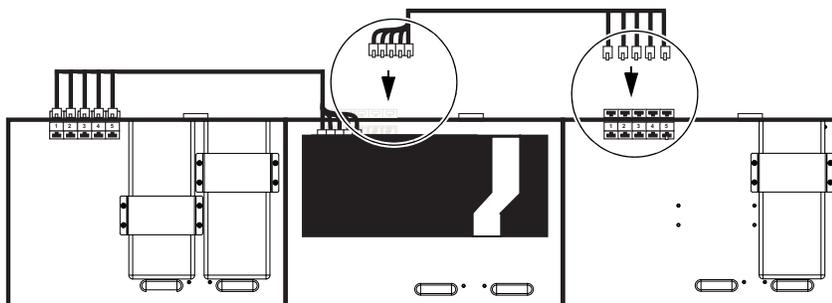

Figura 19. Conexión del siguiente conjunto de cables a los puertos terminales Ethernet del chasis del extremo derecho
- 5 Repite los pasos para otros conjuntos de cables y chasis (excepto chasis que contengan cualquier conmutador Ethernet), como se muestra en Figura 19: